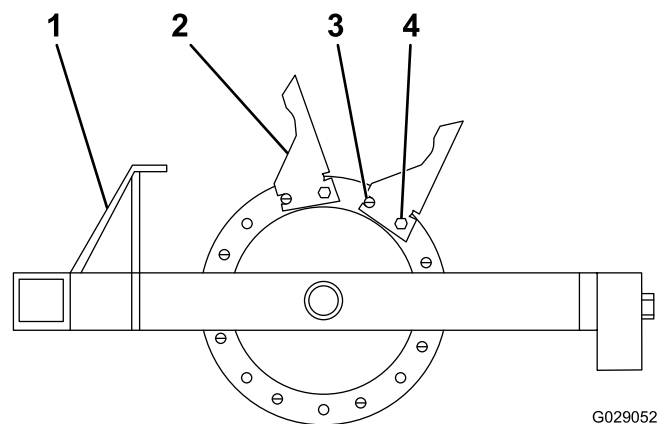

Рисунок 4
1. Начните с наружной литой детали и установите зубья, как показано на Рисунок 4.
2. Установите все 8 зубьев на литые детали, используя цилиндрические штифты и болты 1/2 дюйма x 1-3/4 дюйма. Убедитесь в том, что цилиндрический штифт находится в переднем положении (Рисунок 4).